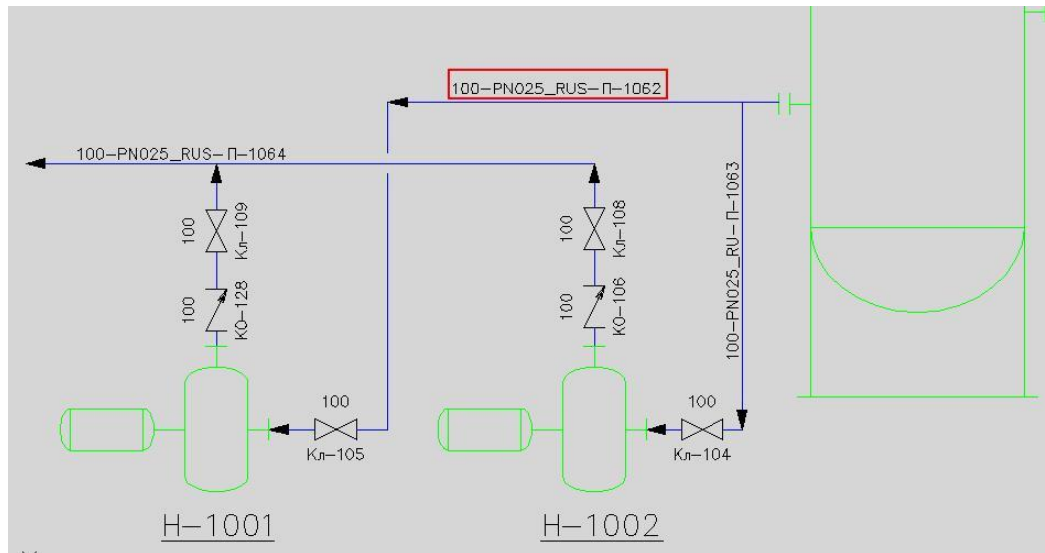

Рис. 74
- Согласно монтажно-технологической схеме, мы будем вести линию **100-PN025_RUS-П-1062** (Рис. 74).